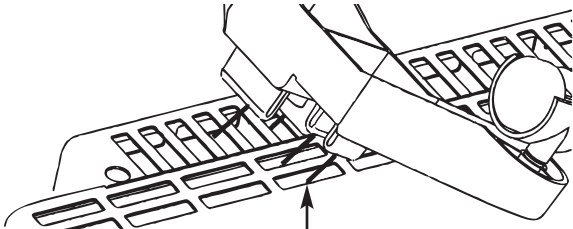

Figura 1
- Si el calefactor se va a utilizar como unidad **portátil**, deben colocársele las patas de soporte. Retire las dos patas de la caja de accesorios. Coloque el calefactor en el piso e inserte las dos patas en los agujeros rectangulares de los lados izquierdo y derecho, cerca de los extremos del fondo del calefactor; asegúrese de colocar los 4 clips de cada pata en los agujeros (vea la Figura 1). Presione firmemente para que encajen bien en su posición (un destornillador plano pequeño puede ser necesario caber los clips). Después de acomodar ambos lados coloque el calefactor en posición vertical sobre las ruedas, y póngalo en **FUNCIONAMIENTO**.